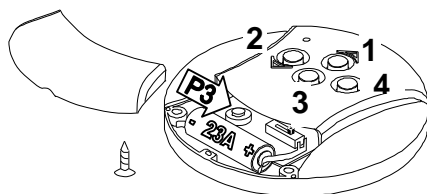

Fig. 1
- 1- Aprire il coperchietto del trasmettitore come in Fig. 1.